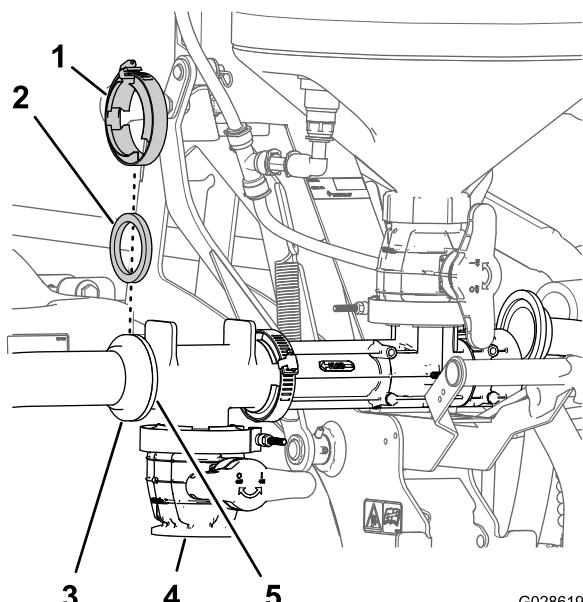

Figura 24
3. Alinhe a união flangeada do tubo do depósito com a flange dianteira do encaixe de drenagem em T (Figura 24).
4. Prenda o tubo do depósito à união em T e uma junta e um grampo flangeado (Figura 24).
5. Levante e baixe o misturador para garantir que o tubo do depósito não fica preso em outras partes do pulverizador (Figura 24).